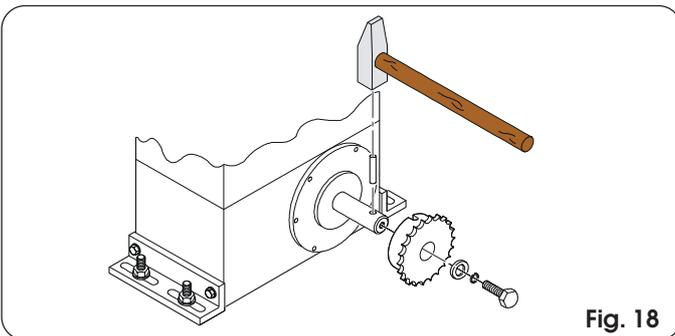

Fig. 18
4.5.1. MOD. 746 ER CAT (Fig. 18 - 19)